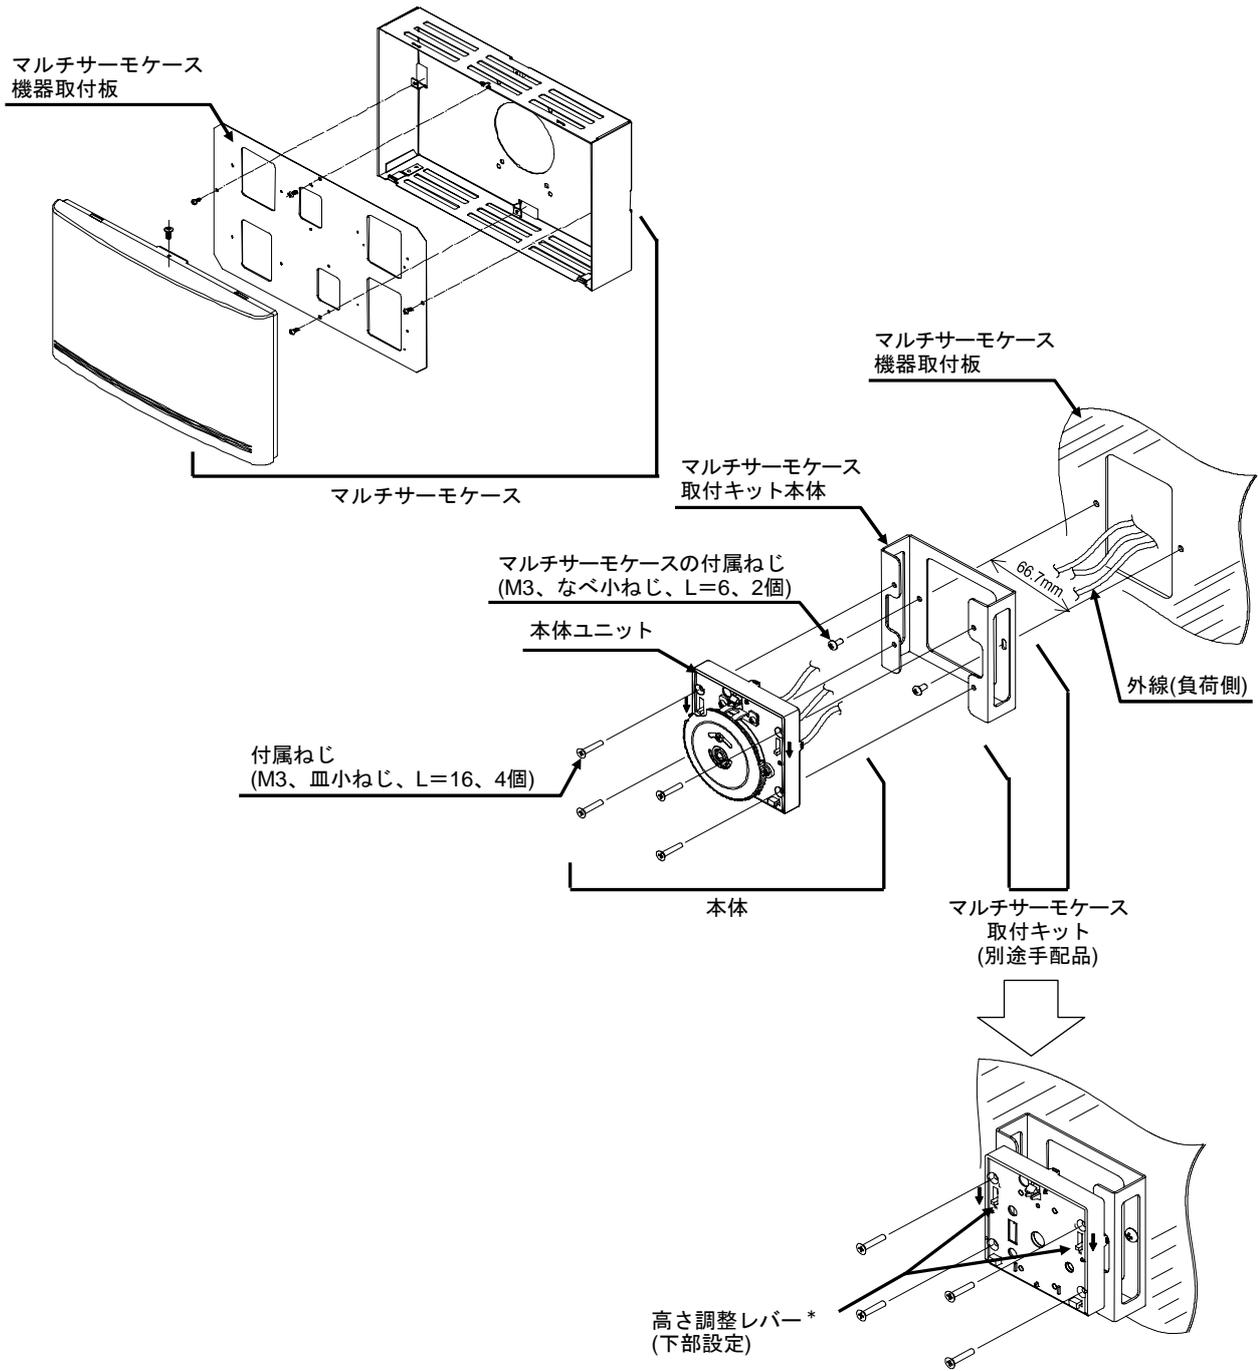

図6 マルチサーモケース取付キットによる取付
- (3) ネオスタット/ネオセンサの取付は、マルチサーモケース取付キット(別途手配品:形83165803-021)を『図6』に従い、取り付けてください。
- (4) 各取付機器の仕様・取扱説明書に従い、各取付機器の結線を行います。